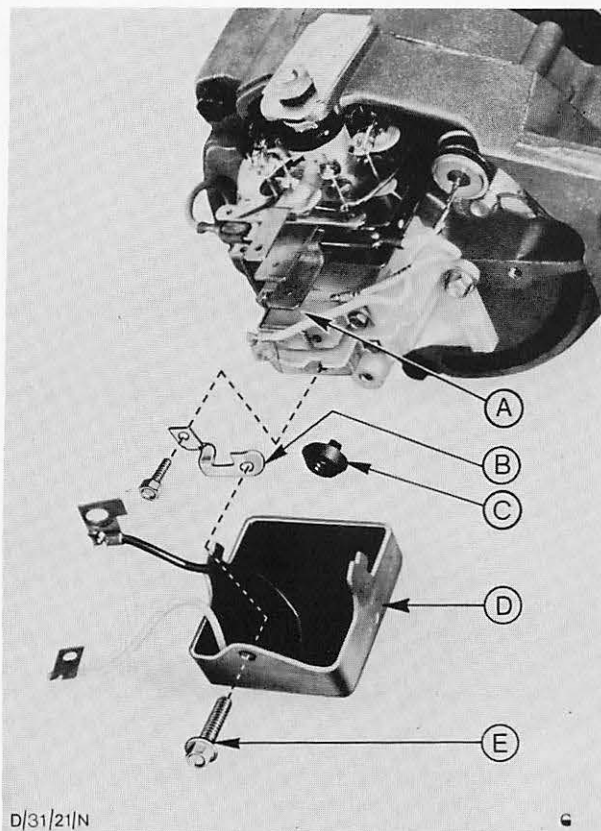

Abb. 62 Regler kompl. einbauen
6. Regler an der Rückseite der Lichtmaschine anbringen und befestigen. Kabel anschließen. Darauf achten, daß das Kunststoff-Distanzstück, C in Abb. 62, und die Verbindungslasche „B“ richtig angebracht sind.